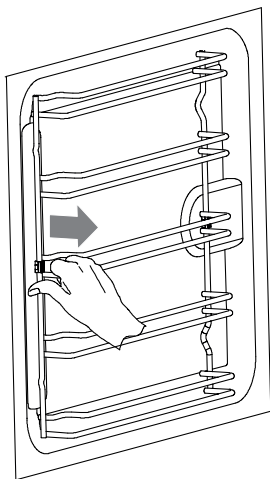

Рис. 1
1. Возьмитесь за край решетки и потяните в направлении стрелки (рис. 1).